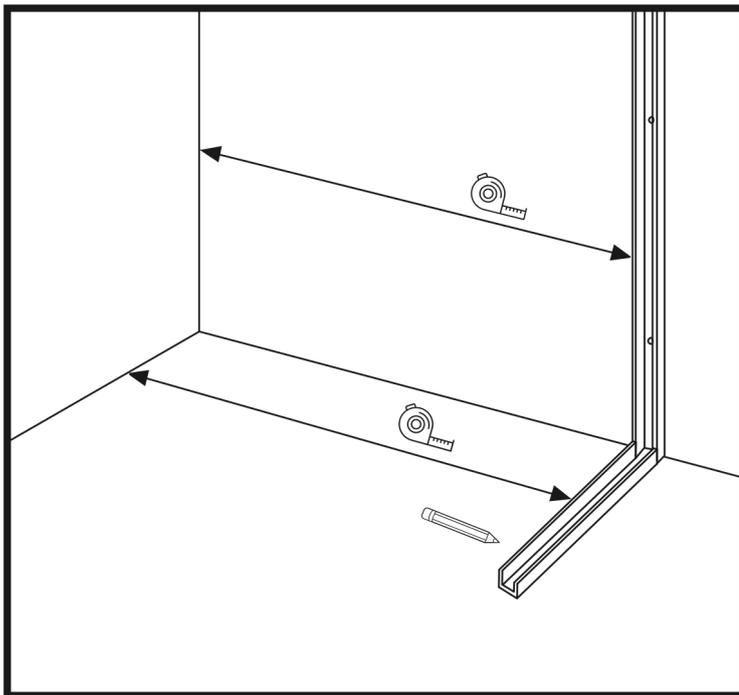

Abbildung 1
2. Wählen Sie den Abstand der U-Leiste von der gegenüberliegenden Wand nach Ihren Wünschen, basierend auf der für Ihre Duschtür vorgesehenen Position. (Abbildung 1)